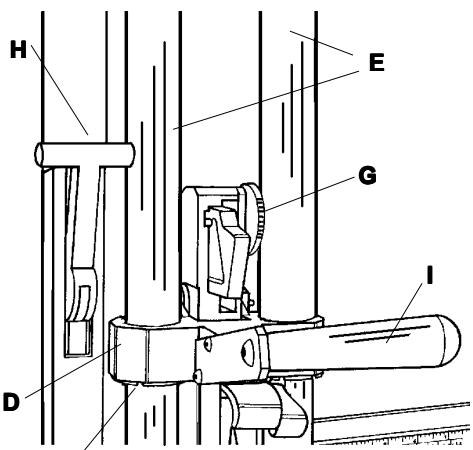

Figure 5
The **CUTTING HEAD (D)**, Figure 5, slides on two polished chrome plated steel **SHAFTS (E)** with 3 low friction **BUSHINGS (F)** for smooth operation. Each **PILLAR POST** can be placed in its slot and locked with the **SPEED SCREW (G)**.
Der **Schneldekopf (D) (Abbildung 5)** gleitet auf zwei **verchromten Stahlrohren (E)**. Drei fast abriebfreie **Buchsen (F)** sorgen für einen gleichmäßigen Betrieb. Jeder **Halter** kann in seine **Halterung** eingelegt und mit einer **Schnellspannschraube (G)** festgehalten werden.
La **TETE DE COUPE (D)** Figure 5, glisse sur deux **ARBRES** en acier chromé poli (E) avec des **ROULEMENTS (F)** à friction réduite pour obtenir un fonctionnement sans à-coups. Chaque **OUTIL** peut être introduit dans une fente et verrouillé à l'aide d'une **VIS DE SERRAGE**.